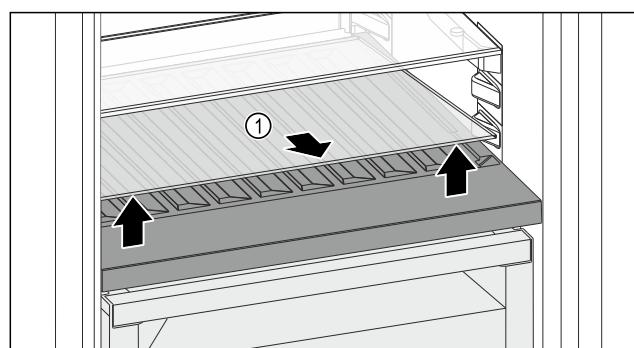

Fig. 141
- ▶ Dvignite steklene ploščo Fig. 141 (1) pri odprtini spredaj in jo odstranite.
- ▶ Steklene ploščo Fig. 141 (1) varno shranite zunaj naprave.